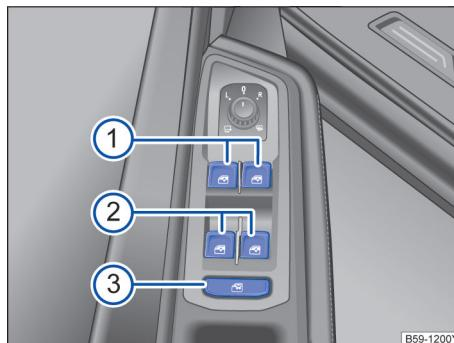
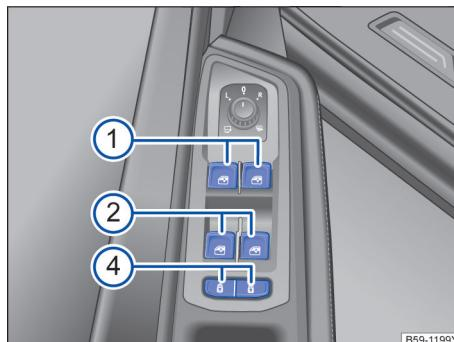

图 69 在驾驶员侧车门内：前部和后部车窗升降器的按钮
图 70 Teramont X 车型在驾驶员侧车门内：前部和后部车窗升降器的按钮
→ 图 69 或 → 图 70 的图例：
：安全按钮→图 69③ 停用后门车窗控制按钮。这时按钮中的黄色指示灯亮起。
：儿童安全锁按钮→图 70④ 开启或停用后车门内的车窗升降。开启或停用后车门儿童电子安全锁。